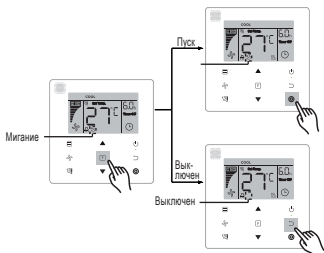

Рисунок 6.13
- Включение/выключение **бесшумного режима**: нажмите кнопку **F** (функция) для переключения на функцию «**Silent**» (значок «» мигает). Затем нажмите кнопку **⊙** (подтверждение) для включения функции или кнопку **⏏** (отмена) для выключения функции (см. Рисунок 6.13).